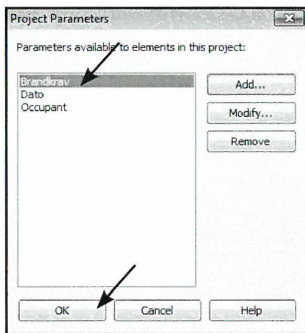

Fig. 13.04. Vælg den oprettede Project Parameter.
- Marker nu den oprettede *Project Parameter* og klik *OK* (Fig. 13.04).